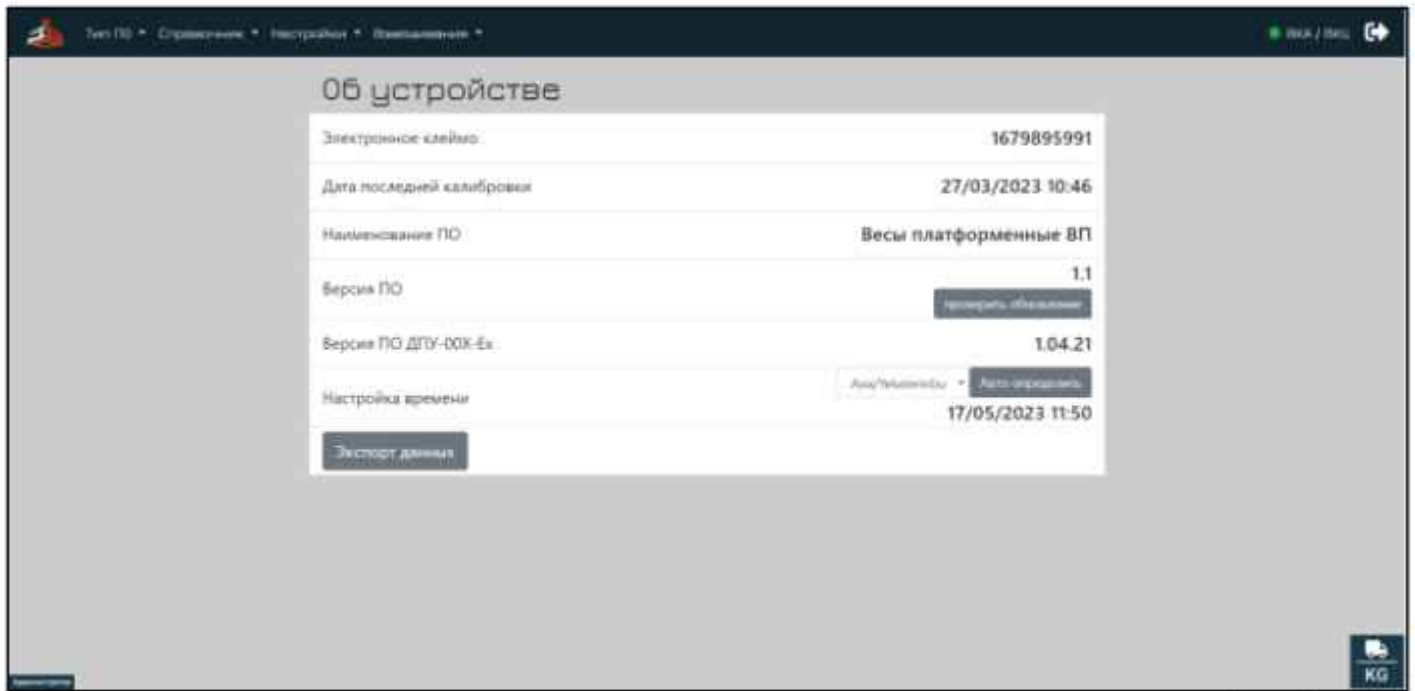

Рис.12
2.3.4. Пункт меню «Настройки» - «Об устройстве» (Рис.12).